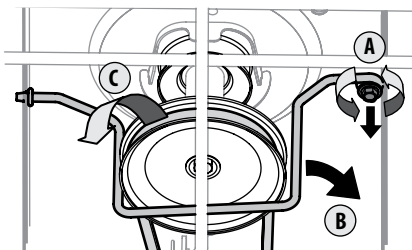

Figura 4-7
3. Remova a haste de guarda da polia removendo o parafuso (A) que a fixa. Veja Figura 4-7.
4. Remova a correia (C) da polia do motor e da(s) polia(s) louca(s). Veja Figura 4-7.